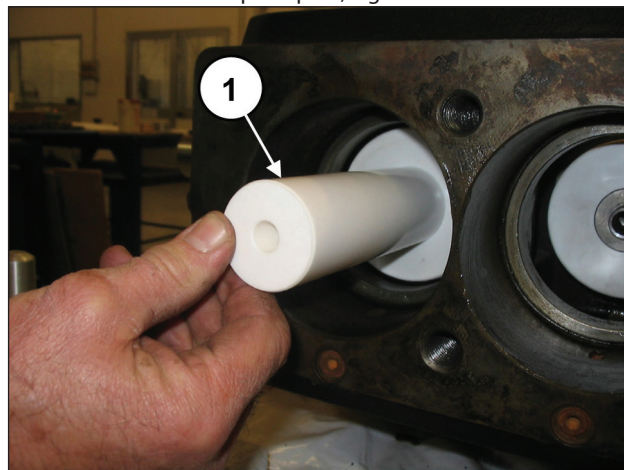
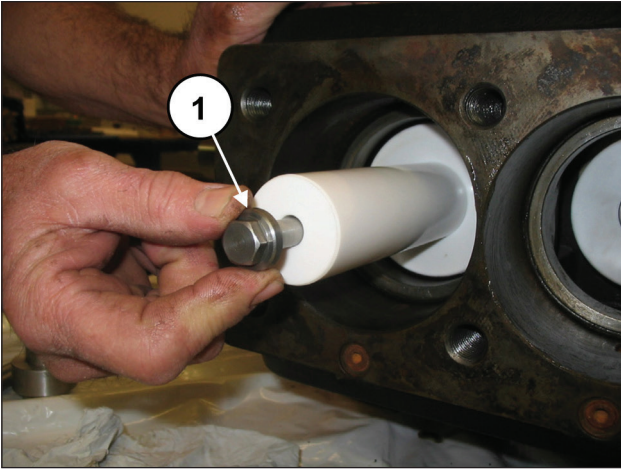

Fig. 147
Fig. 148
Monter les pistons sur leurs guides respectifs (rep. ①, Fig. 147) et les fixer comme indiqué rep. ①, Fig. 148.